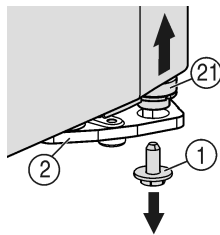
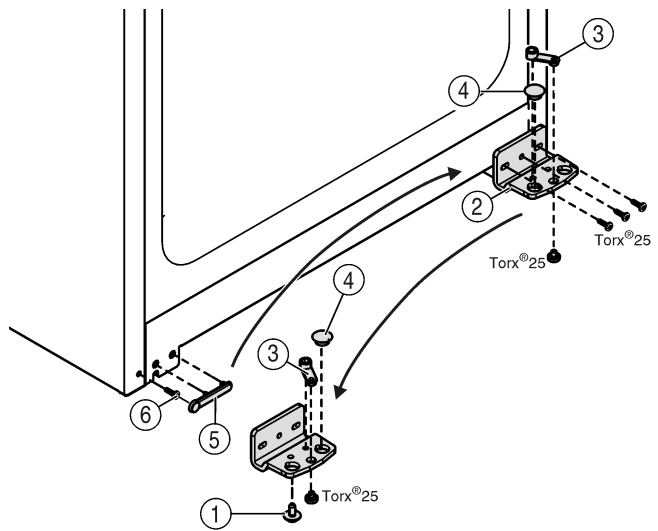

Fig. 5
Fig. 6
- ▶ Внизу справа на опорном кронштейне выкрутите фиксирующий винт Fig. 5 (1).
- ▷ Опорный палец Fig. 5 (21) можно извлечь из опорного кронштейна Fig. 6 (2).
- ▶ Если установочный винт Fig. 5 (21) не откручивается, его можно вынуть, нажав на него снизу.
- ▶ Открутите опорный кронштейн Fig. 6 (2).
- ▶ Открутите опорную деталь Fig. 6 (3) и, переставив в отверстие на противоположной стороне опорного кронштейна, снова прикрутите.
- ▶ Извлеките заглушку Fig. 6 (4) из опорного кронштейна и переставьте ее в отверстие на противоположной стороне опорного кронштейна.
- ▶ Осторожно снимите крышку со стороны ручки Fig. 6 (5).
- ▶ Выкрутите болт Fig. 6 (6) и вкрутите на противоположной стороне.
- ▶ Снова установите крышку Fig. 6 (5).
- ▶ Снова прикрутите опорный кронштейн Fig. 6 (2) на новой стороне шарнира (**с моментом 4 Нм**). При необходимости используйте аккумуляторный шурупверт.
- ▶ Вкрутите фиксирующий винт Fig. 5 (1) внизу в опорный палец и затяните (с моментом 4 Нм).